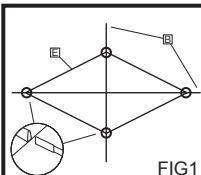

FIG1
- Plaats de palen volledig in de kanalen. (FIG1)